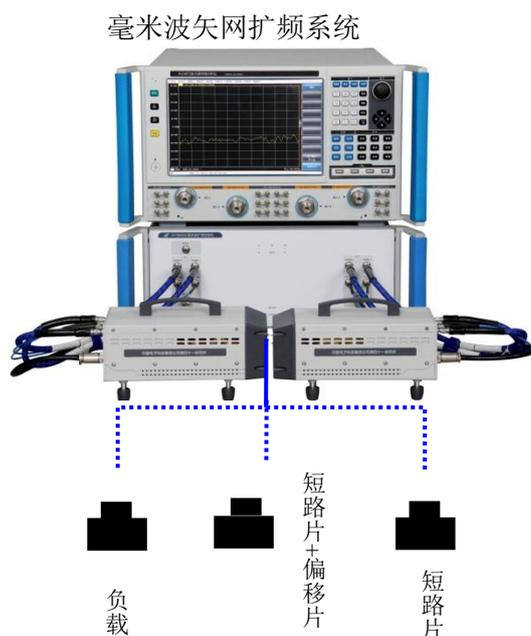

图 9-4 单端口校准连接
- 2) 如图 9-4 所示，按照仪器提示完成端口 2 单端口校准，校准顺序为负载→偏移片+短路片→短路片。